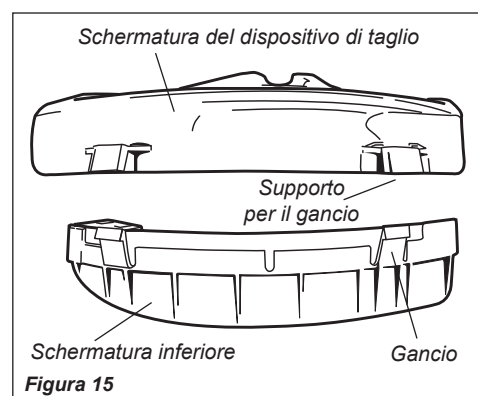

Figura 15
1. Fissare l'estensione della schermatura alla schermatura del dispositivo di taglio. Vedere Figura 15.